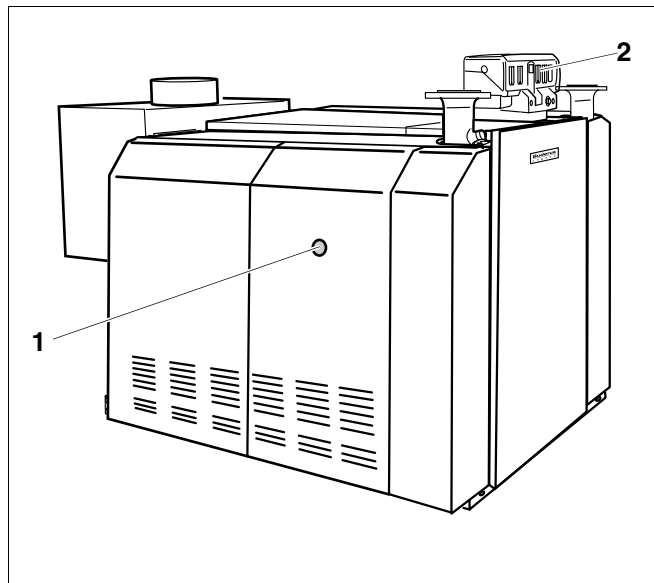

Рис. 4 Пример для GE434: устранение неисправностей горелки
При возникновении неисправности горелки на ней загорается лампочка (рис. 4, поз. 1).
- Нажмите кнопку подавления помех на этой горелке (рис. 4, поз. 1) через отверстие в ее кожухе.